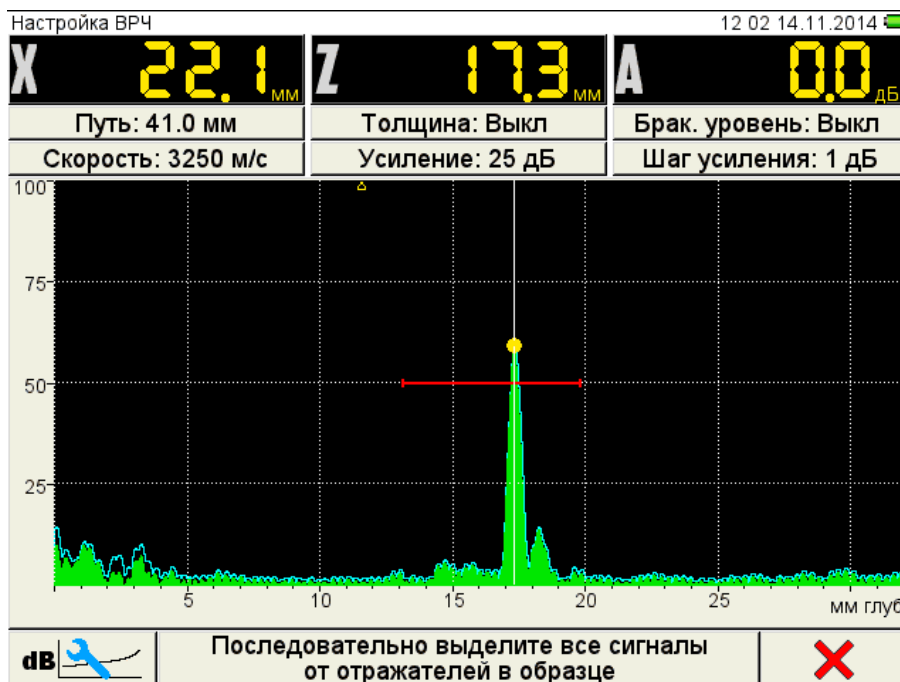

Рисунок 20
- повторить процедуру создания узловой точки для дальнего отражателя (рисунок 20).